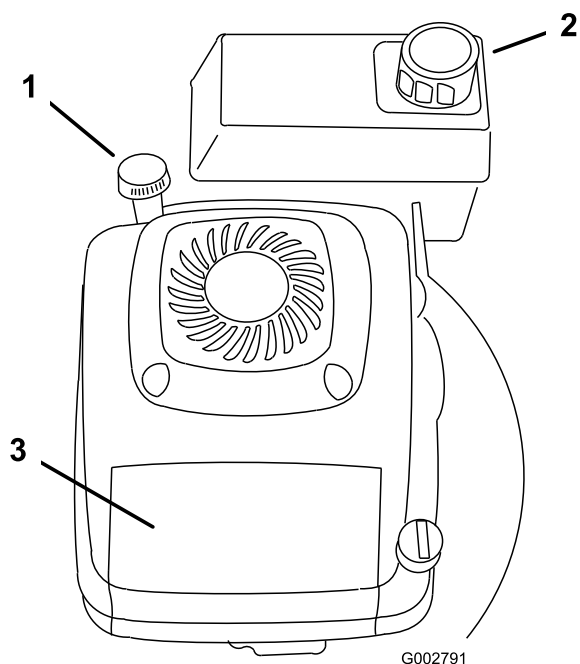

Figura 12
1. Pulite attorno al tappo del serbatoio del carburante (Figura 12).